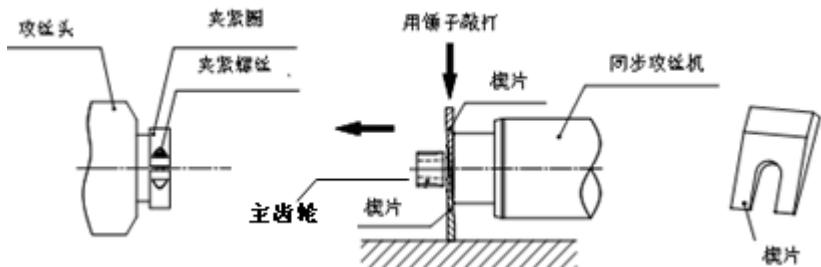

图 7-3-1
(2) 如图 7-3-1 或者图 7-3-2 所示, 在主齿轮与主轴套之间用楔形片 (2 个) 上下对称顶住, 用榔头敲打, 将主齿轮拆下来。